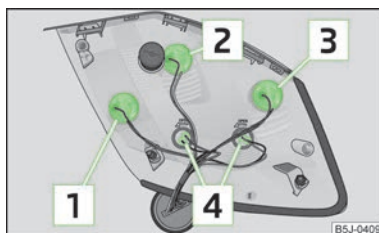

Fig. 155
Dispunerea becurilor în blocul optic spate » fig. 155.
- » Pentru înlocuirea becului, rotiți soclul până la limită în sens opus acelor de ceasornic, și scoateți-l din carcasă » fig. 155.